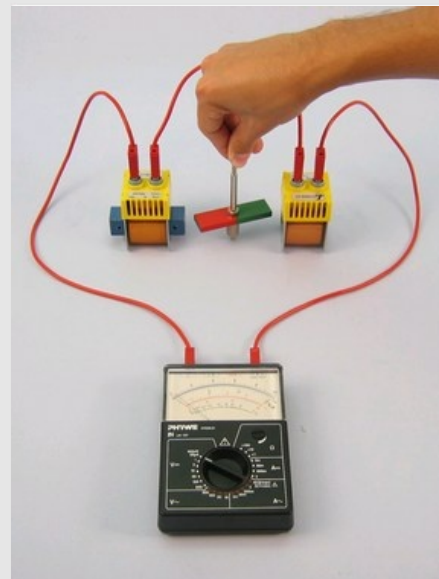

Figura 3
- Introducir un núcleo I en una de las bobinas (véase la figura 3) y volver a girar el imán. Observar el instrumento de medición. Anotar las observaciones en "Resultado - Observaciones 2" en la sección de Resultados.